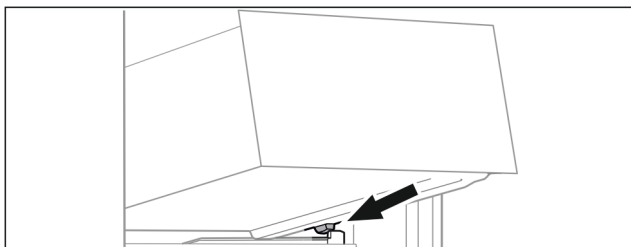

Fig. 189
- ▶ Stavite ladicu ukoso iza zaustavljača na žlijeb spremnika. (pogledajte Fig. 189)